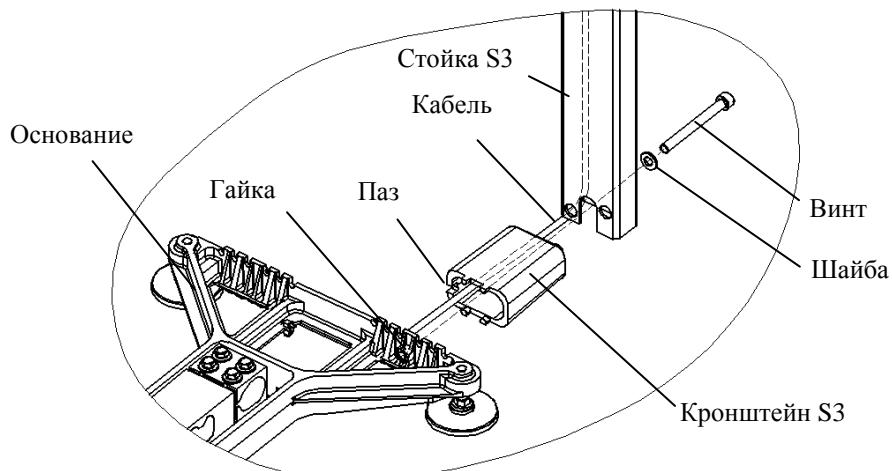

Рис. 7.3 - Крепление прямоугольной стойки
- Протянуть кабель весовой платформы через кронштейн и стойку (см. Рис. 7.3). Кабель должен входить в паз кронштейна.